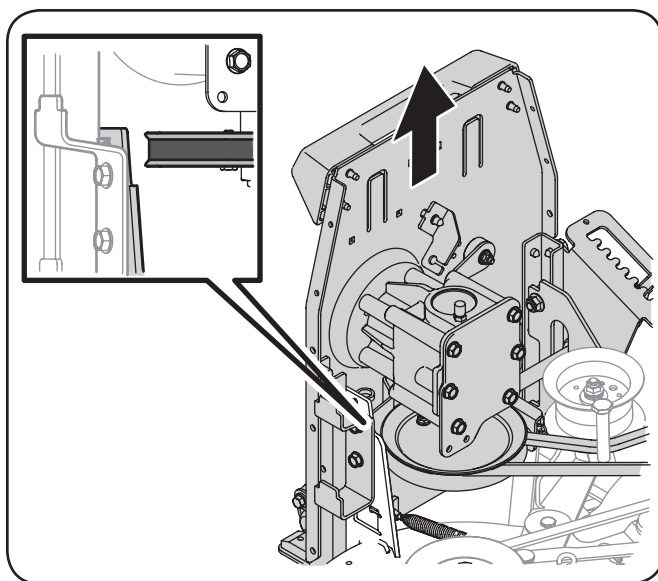

Figura 6-11
8. Usando la manija del accesorio, tire hacia arriba del augeo equipo de corte para crear una brecha más grande entre la polea de transmisión y el marco, facilitando la eliminación de la banda superior de alrededor de la polea de accionamiento. Consulte la Figura 6-11.